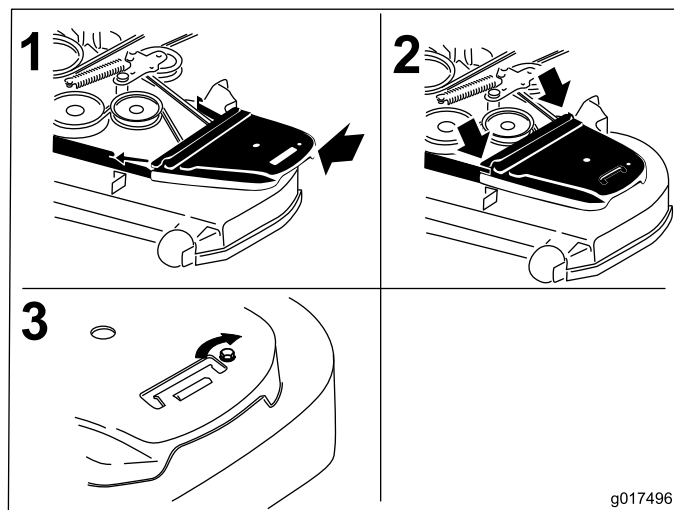

Figure 74
12. Reposez les couvercles de courroies (Figure 74).